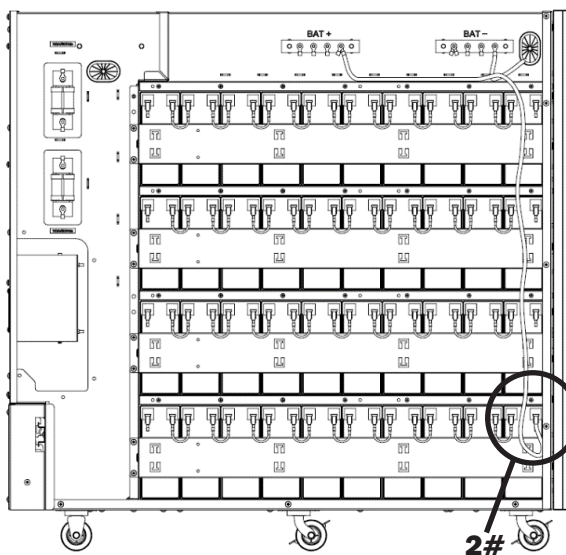

Figure 5-16A
21. Connecter la batterie 1+ du groupe 1 à la barre du bus de la batterie + (BAT +) (Figure 5-16A).